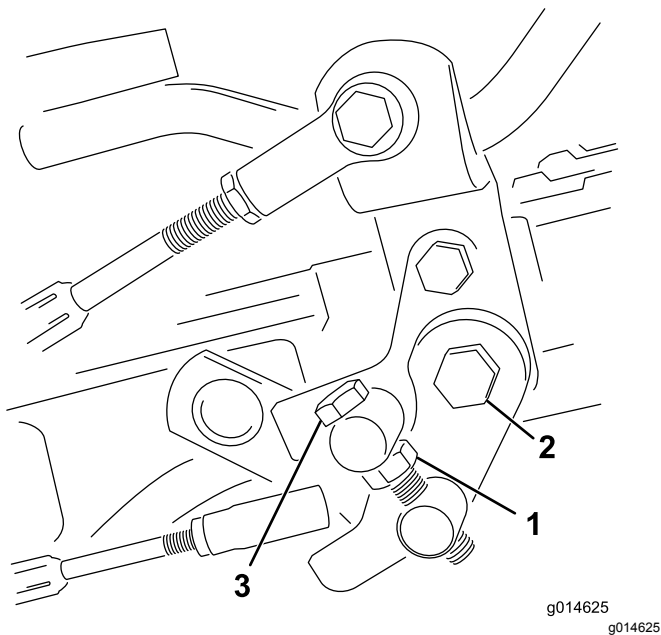

Figura 53
1. Allentate il controdado sul bullone di articolazione (Figura 53).
4. Serrate il controdado sul bullone di articolazione e il dado sul perno del pedale per fissare la regolazione (Figura 53). Controllate la messa a punto, e all'occorrenza ripetete la regolazione.